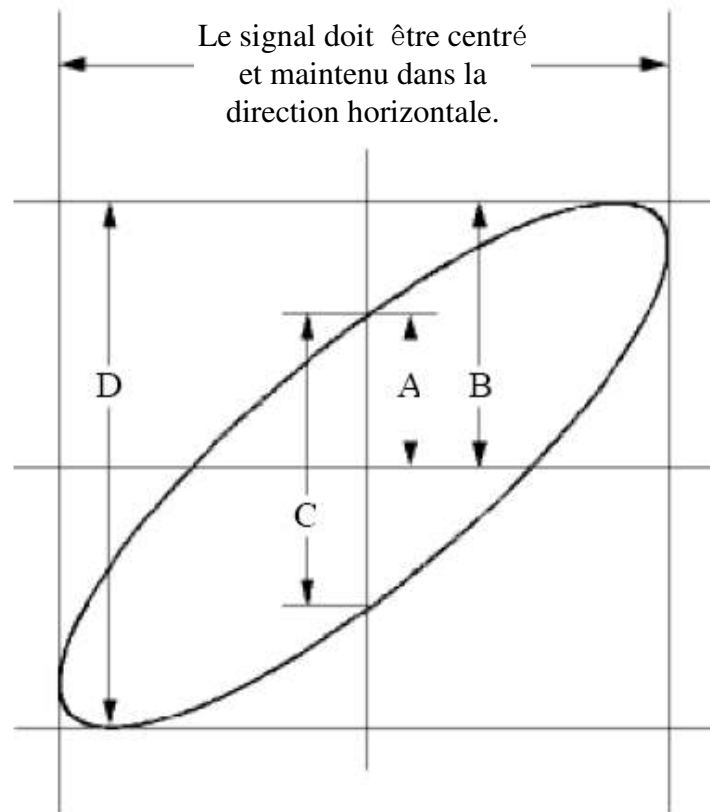

Figure 5-6 Graphique de Lissajous
- (1) Réglez le coefficient d'atténuation du menu de la sonde sur **10X** et celui du commutateur de la sonde sur **10X** (voir "**Fehler! Verweisquelle konnte nicht gefunden werden.**" sur **P**Fehler! Textmarke nicht definiert.).
- (2) Connectez la sonde du canal 1 à l'entrée du réseau et celle du canal 2 à la sortie du réseau.
- (3) Appuyez sur le bouton **Autoset**, l'oscilloscope allumant les signaux des deux canaux et les affichant à l'écran.
- (4) Tournez le bouton d'échelle **verticale**, rendant les amplitudes de deux signaux égales dans le brut.
- (5) Appuyez sur le bouton **Acquérir** pour afficher le menu de droite.
- (6) Dans le menu de droite, sélectionnez le **mode XY** comme étant **ON**. L'oscilloscope affichera les caractéristiques des entrées et des bornes du réseau sous la forme d'un graphique de Lissajous.
- (7) Tournez les boutons d'**échelle verticale** et de **position verticale**, en optimisant la forme d'onde.
- (8) Avec la méthode de l'oscillogramme elliptique adoptée, observez et calculez la différence de phase (voir *Figure 5-6*).